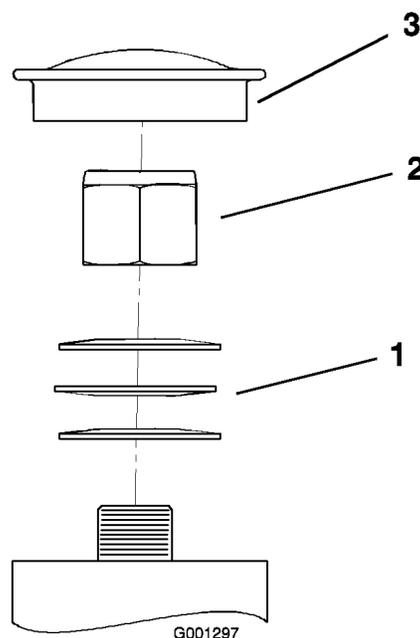

Figura 45
3. Retire el tapón anti-polvo de la rueda giratoria y apriete la contratuerca (Figura 45).
4. Apriete la contratuerca hasta que las arandelas de muelle estén planas, luego afloje 1/4 de vuelta para establecer la pre-carga correcta de los cojinetes (Figura 45).
5. Coloque el tapón anti-polvo (Figura 45).
Importante: Asegúrese de que las arandelas de muelle están correctamente instaladas, según muestra Figura 45.